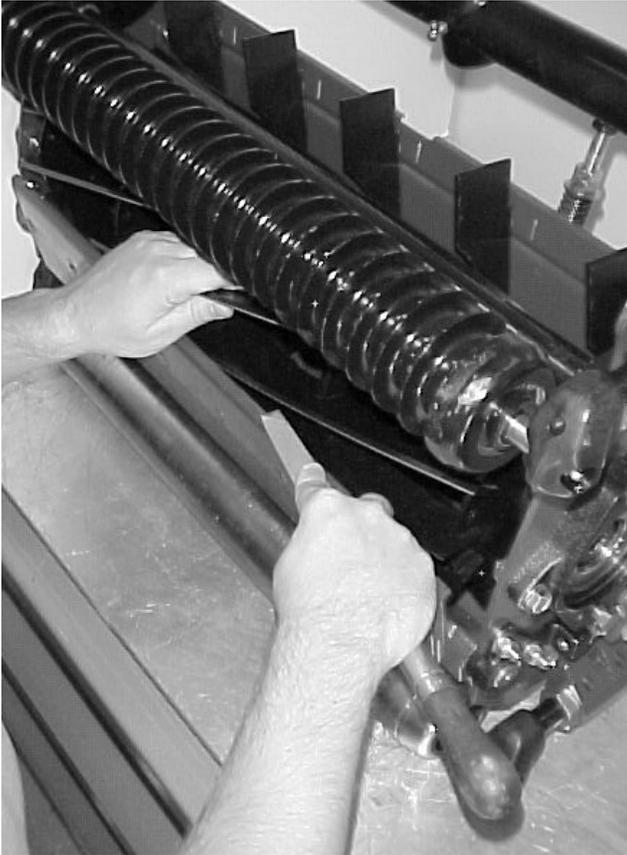

**Figure 71**
8. Appliquez du produit de rodage avec un pinceau à long manche (Réf. Toro 29-9100). N'utilisez jamais de pinceau à manche court (Fig. 71).